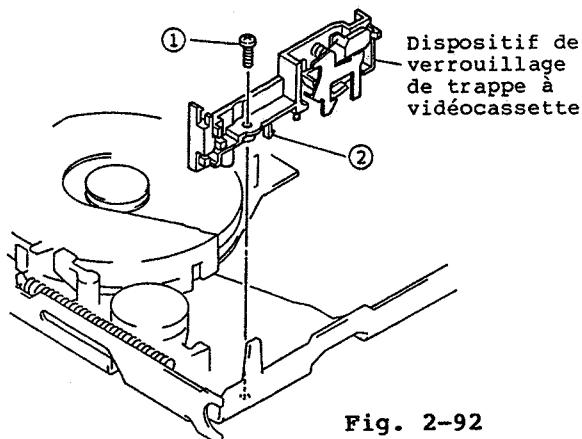

Fig. 2-92
1. Retirer une (1) vis de fixation immobilisant le verrouillage de trappe à vidéocassette. (Se reporter à la figure 2-92)
2. Libérer un (1) segment de fixation et déposer le verrouillage de trappe à vidéocassette.